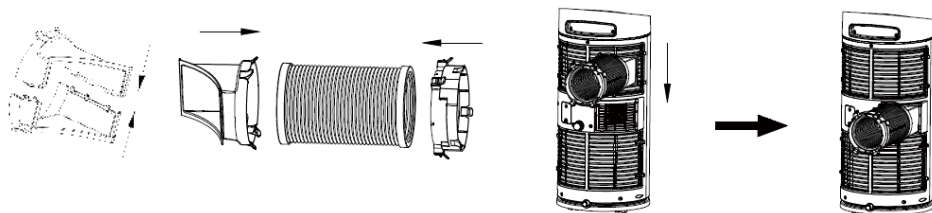

Abb. 7
- (1) Biegen Sie beide Enden des Abluftschlauchs in die eckige Befestigungsklammer und die flache Befestigungsklammer.
- (2) Führen Sie die eckige Befestigungsklammer in die Öffnung auf der Rückseite der Klimaanlage ein (vgl. Abb. 7).
- (3) Legen Sie das andere Ende des Abluftschlauchs in die Nähe der Fensterbank.